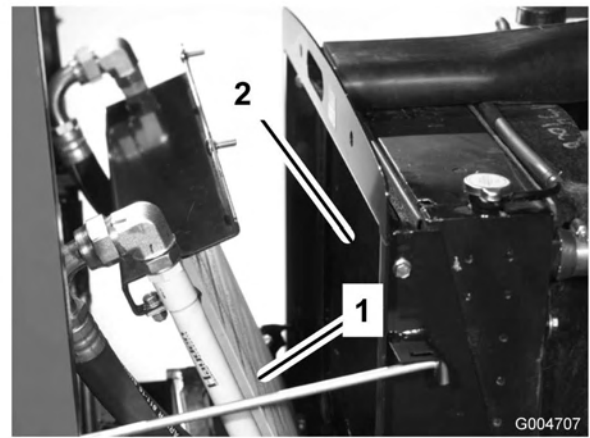

Figure 61
4. Rabattez le refroidisseur d'huile en arrière, nettoyez soigneusement les deux côtés du refroidisseur et la surface autour du radiateur (Figure 61) à l'air comprimé. Commencez par l'avant et soufflez les débris vers l'arrière. Nettoyez ensuite en soufflant de l'arrière vers l'avant. Répétez cette procédure plusieurs fois jusqu'à ce qu'il ne reste plus aucun débris.
3. Basculez le refroidisseur d'huile en arrière. Nettoyez soigneusement les deux côtés du refroidisseur et la surface autour du radiateur (Figure 61) à l'air comprimé. Commencez par l'avant et soufflez les débris vers l'arrière. Nettoyez ensuite en soufflant de l'arrière vers l'avant. Répétez cette procédure plusieurs fois jusqu'à ce qu'il ne reste plus aucun débris.